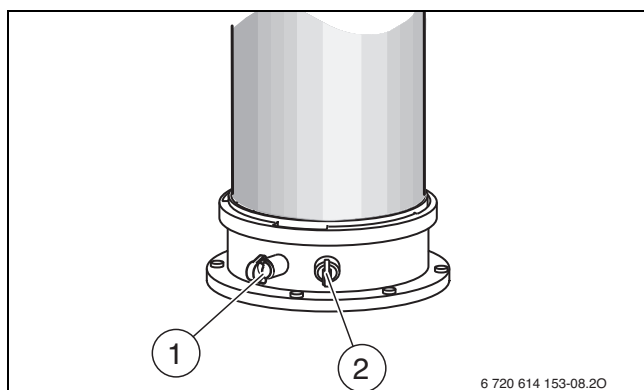

Fig. 43
- ▶ Fjern lukkeproppen på røggasmålestuds [1] (→ fig. 43).